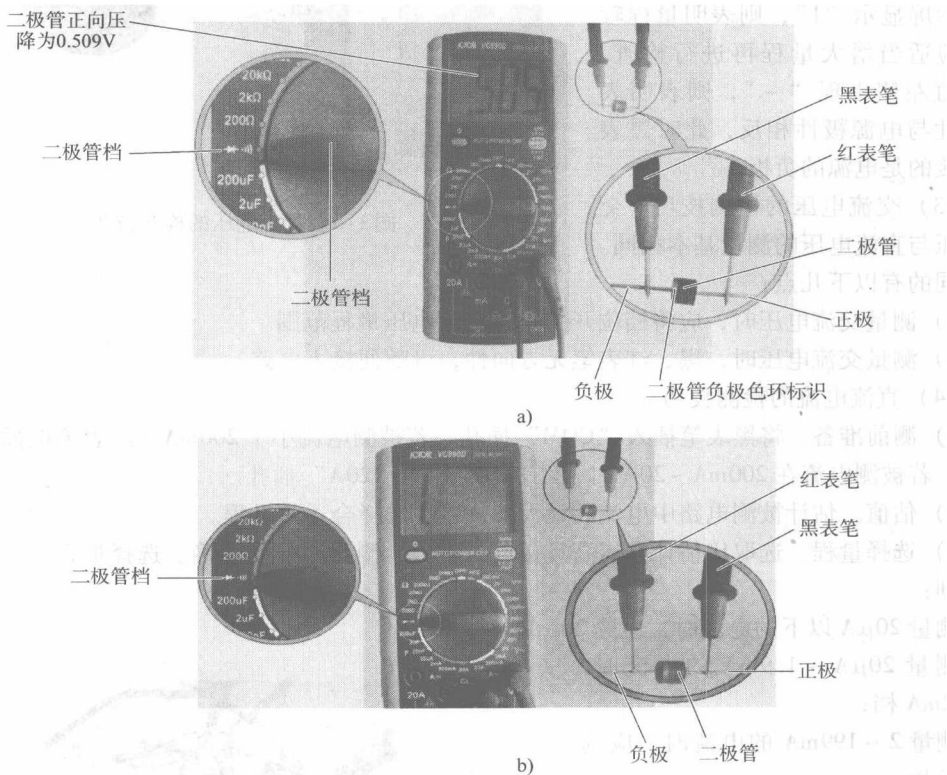

图 1-7 二极管的检测技巧
- 3) 测量。将黑、红表笔分别接到被测二极管的引脚上，此时万用表显示屏将显示一定数值，若显示“505”，即正向导通电压为505V，黑表笔所接的引脚为万用表的负极。将黑、红表笔对调后，显示屏显示数字“1”。由此判定，在显示屏显示数字“1”时，黑表笔所接引脚为二极管的负极，红表笔所接引脚为二极管的正极，检测技巧如图1-7所示。